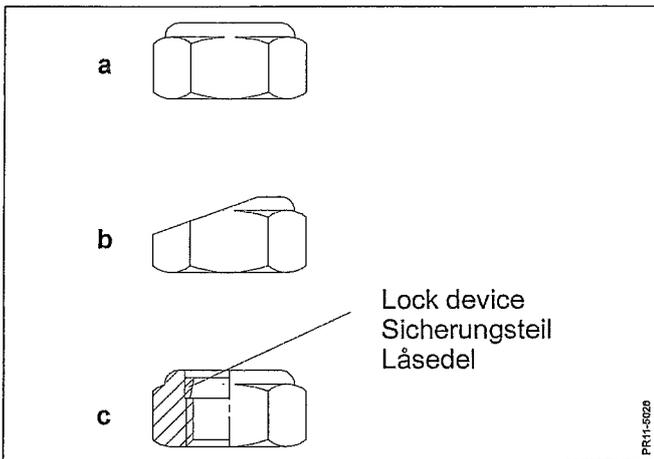

Fig. 5-3
- Fig. 5-3 Spezialmutter auswechseln wenn: